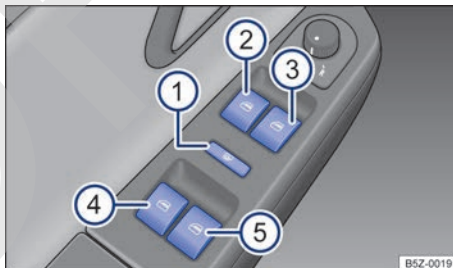

Fig. 30 En la puerta del conductor: teclas de los vidrios eléctricos delanteros.
Leyenda para → **fig. 30**:
La tecla de seguridad → fig. 30 ① desactiva las teclas de los vidrios eléctricos en las puertas traseras. De esta forma, se enciende en la tecla la luz de control amarilla.